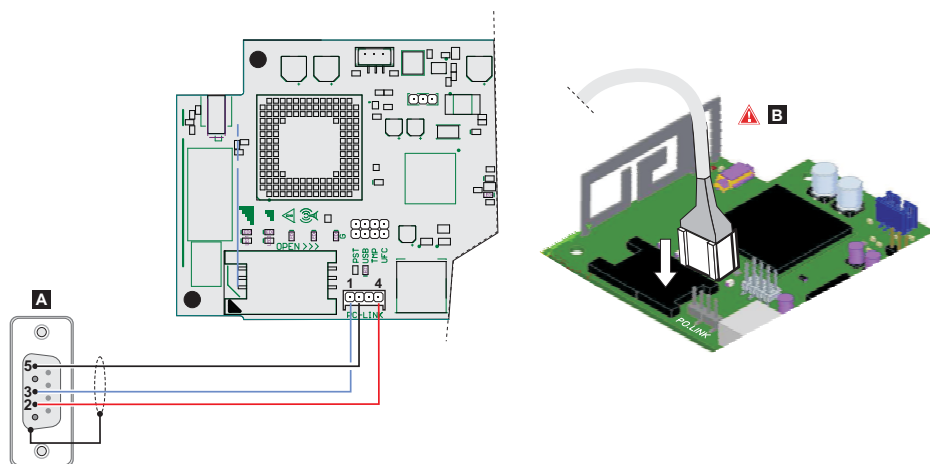

Figura 7 – Schema di collegamento del cavo PC-Link: A) connettore RS-232 femmina, lato saldature B) inserire il cavo PC-Link nel modo corretto.
1. Collegare la porta seriale PC-LINK del comunicatore ad una porta seriale RS232 libera del PC, tramite il cavo PC-LINK (opzionale), come mostrato in Figura 7.